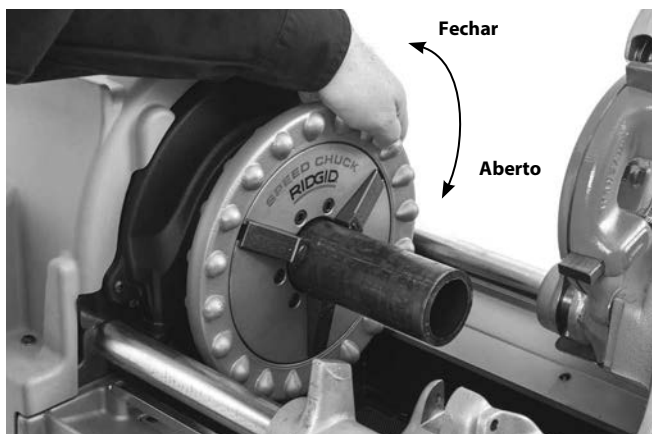

Figura 16 - Roscar o tubo
Abra totalmente os mandris da máquina de roscar. Para máquinas de mandril manual, rode o volante do mandril dianteiro no sentido horário (ver Figura 16). Para máquinas de mandril automático, desloque o interruptor REV/OFF/FOR (2/0/1) para a posição REV (2). Pressione e liberte o interruptor de pedal.
Gire o volante do mandril dianteiro no sentido anti-horário (visto da dianteira da máquina *Figura 16*) para fechar sobre o tubo. Certifique-se de que o tubo está centrado nos entalhes. Utilize rotações repetidas e forçadas no sentido anti-horário do volante para fixar o tubo ao mandril dianteiro.